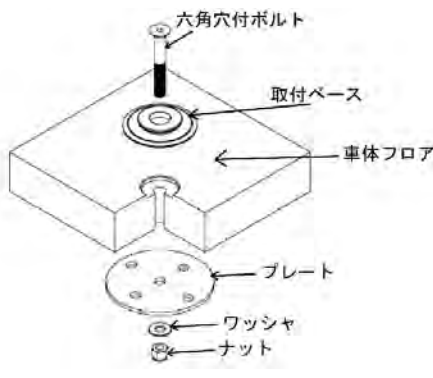

図1
- ①取付ベースを付属の六角穴付ボルト（3/8” UNC）、プレート、ワッシャ、及びナットを使用して、車輻の車いすを固定するのに十分に強度のある位置に取り付けてください（図1参照）。
- ②Uフックを車いすのフレームに、確実に引掛けてください。
- ③ベルトロック解除レバーを押下し、車いすを固定するのに必要な長さのベルトを引き出してください。